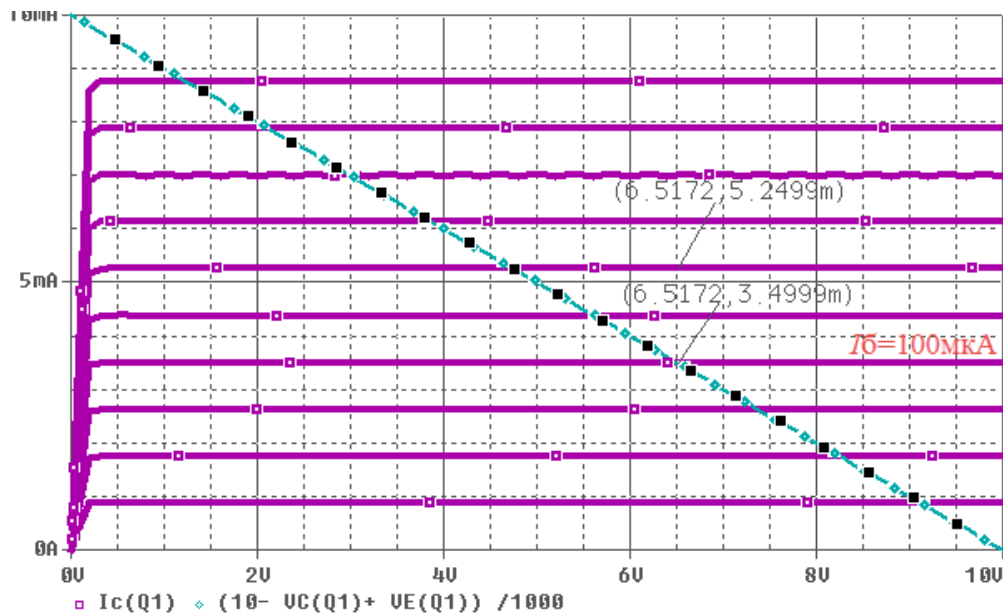

Рис. 6. Выходные характеристики транзистора с линией нагрузки
- Запустить систему на расчет и получить семейство выходных характеристик (рис. 6).